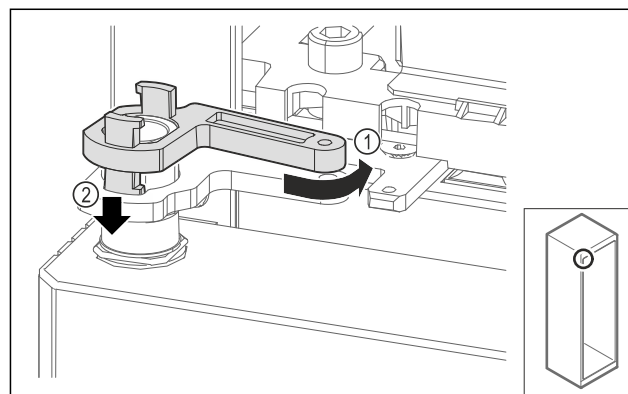

Fig. 63
- Verriegelung Lagerbock leicht zurückdrehen Fig. 63 (1), nach unten drücken Fig. 63 (2) und im Scharnierwinkel verriegeln.